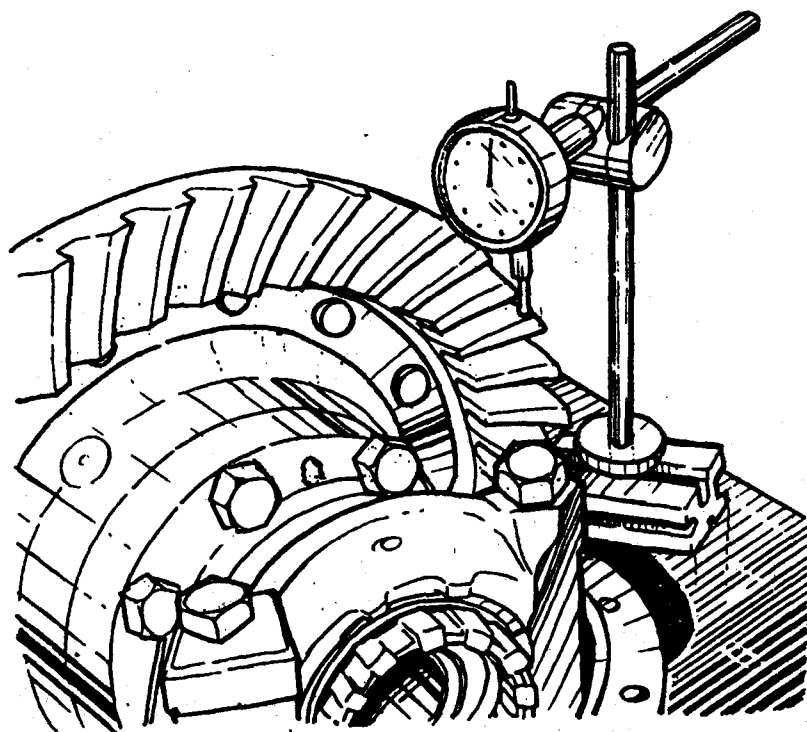

Рис. 43. Проверка бокового зазора в зацеплении шестерен главной передачи
6. Установить индикатор, как показано на рис. 43, и проверить зазор в четырех равномерно расположенных точках.